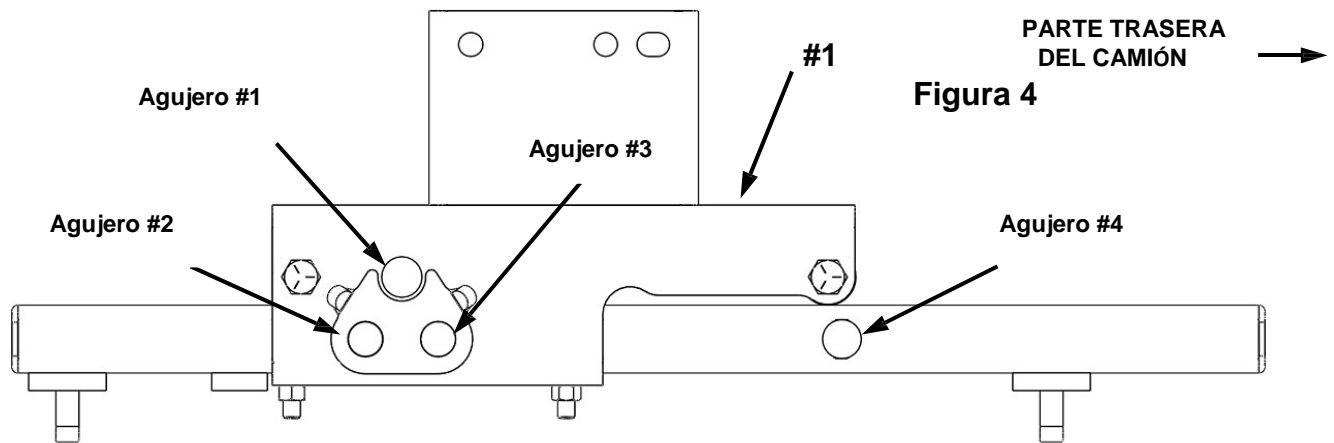

Figura 4
13. Empuje la manivela hacia afuera y gírela para que ambos pernos de pestillo giren y encajen en el agujero #3. Ver Figura 4. Empuje la Rueda Husky hacia atrás hasta que el perno de pestillo se inserte completamente en el agujero #4. Ver Figura 4. La Rueda Husky debería moverse fácilmente hacia adelante y hacia atrás en el camión. Ver Figura 12.